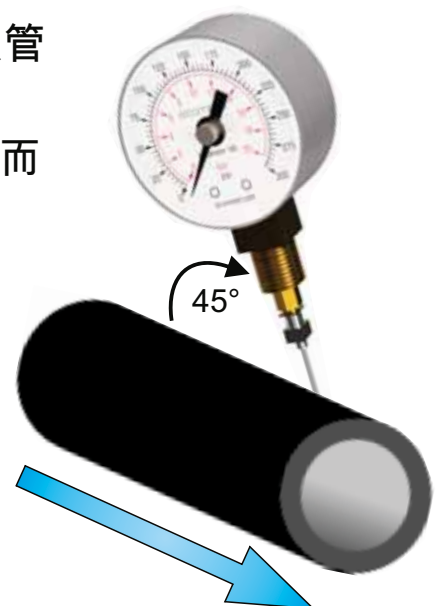

图3
- 4 从空气/磨料的流程成45度角(见图3), 缓缓而牢固地将针头插入软管中.